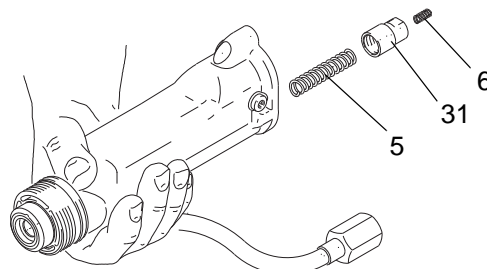
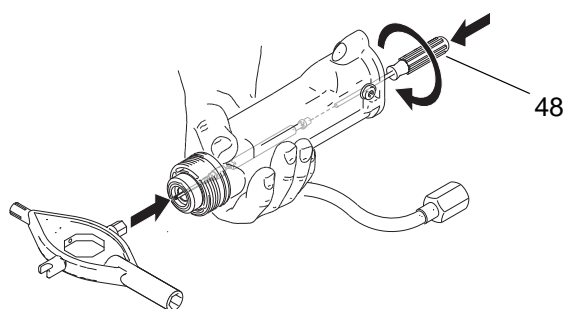

FIG. 30 Chapeau du ressort et ressorts
FIG. 31 Démontage du pointeau produit
- Retirez le canon (1), page 42.
- Retirez le chapeau du ressort (31) et le ressort (5) du canon. Consultez la FIGURE 30.
- Assurez-vous que le logement du siège (4) est démonté. Placez la clé (48) à extrémités hémisphériques de 2 mm à l'arrière du pointeau produit. Poussez l'outil vers l'avant de sorte que les deux segments du pointeau s'enclenchent, puis tournez-le dans le sens antihoraire d'environ 12 tours complets pour dévisser le pointeau.
- À l'aide de l'embout hexagonal de l'outil polyvalent en plastique, appuyez délicatement tout droit sur la bille du pointeau produit de l'avant du canon jusqu'à ce que les joints produit se libèrent de l'alésage. Consultez la FIGURE 31.